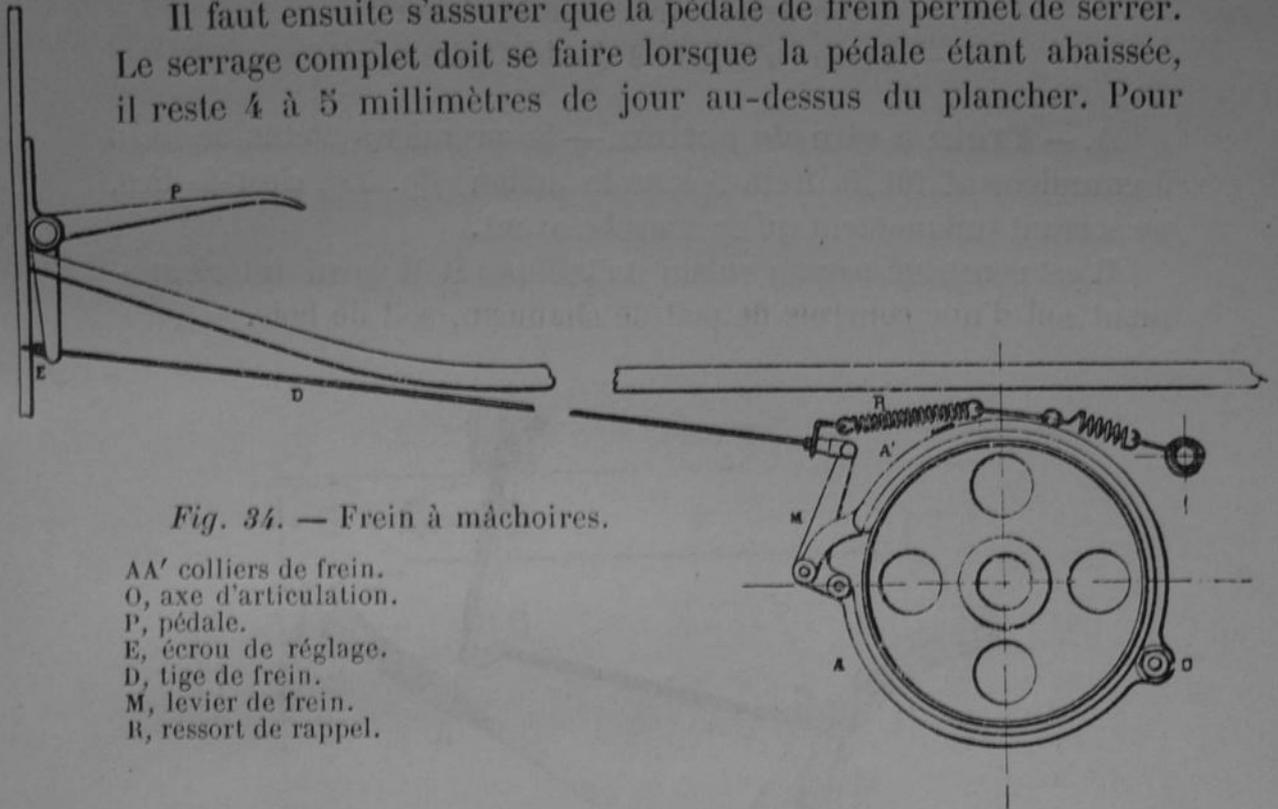

Fig. 34. — Frein à mâchoires.
**Frein à mâchoires.** — Ce frein agit presque toujours sur la boîte du différentiel. A cet effet (*fig. 34*), une poulie est fixée sur celle-ci et une sorte de collier, formé de deux mâchoires A et A' articulées en O, se rapprochant à la volonté du conducteur, entoure la poulie. L'intérieur de ces deux mâchoires est garni de segments en fonte, démontables et remplaçables.